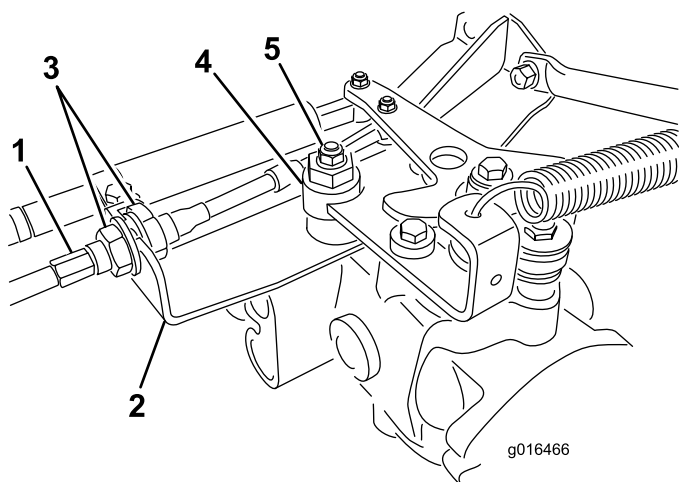

Figura 42
- A. Afloje las dos contratuercas que fijan el cable de control de tracción a la mampara del hidrostato (Figura 42). Asegúrese de aflojar ambas contratuercas uniformemente, y lo suficiente como para permitir el ajuste.
- B. Afloje la tuerca que sujeta el excéntrico a la parte superior del hidrostato (Figura 42).
apriete la tuerca para bloquear el excéntrico y el ajuste (Figura 42). Compruebe el ajuste con el acelerador en las posiciones Lento y Rápido.
- E. Desde cada lado de la mampara, apriete las contratuercas **uniformemente**, fijando el cable de tracción a la mampara (Figura 42). No tuerza el cable.